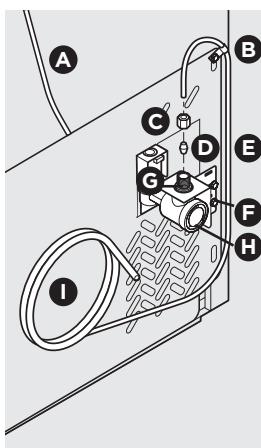
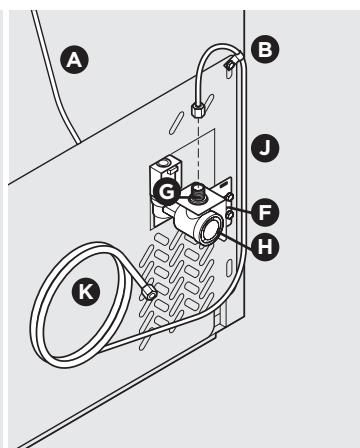

figure 17
figure 18
- Si vous utilisez des tubes en cuivre : faites coulisser l'écrou de compression en laiton puis la virole (manchon) sur la conduite d'alimentation en eau. Poussez la conduite d'alimentation en eau dans l'entrée du robinet de prise d'eau aussi loin que possible (6,4 mm / ¼ po). Faites coulisser la virole (manchon) dans l'entrée du robinet et serrez l'écrou de compression à la main sur le robinet. Serrez d'un autre demi-tour avec une clé. NE serrez PAS trop fort. Voir la figure 17. Si vous utilisez des tubes en acier inoxydable ou en laiton Polylime : l'écrou et la virole sont déjà assemblés sur le tube. Glissez l'écrou de compression sur le robinet d'entrée et serrez l'écrou à la main sur le robinet. Serrez d'un autre demi-tour avec une clé. NE serrez PAS trop fort. Voir la figure 18.
- À l'aide d'un serre-joint et d'une vis, fixez la conduite d'alimentation en eau (tube en cuivre seulement) au panneau arrière du réfrigérateur, comme le montre la figure 17.
- Enroulez le surplus de conduite d'alimentation (tuyau en cuivre seulement) sur environ deux tours et demi à l'arrière du réfrigérateur comme le montre la figure 17. Disposez ensuite les serpentins de façon à ce qu'ils ne vibrent pas et ne s'usent pas contre une autre surface.